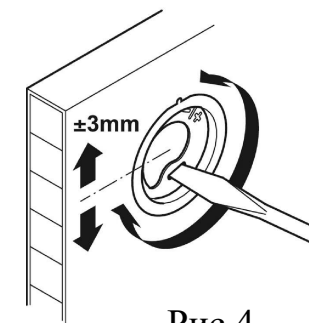

Рис.4
5. При необходимости выполните регулировку (Рис. 4)